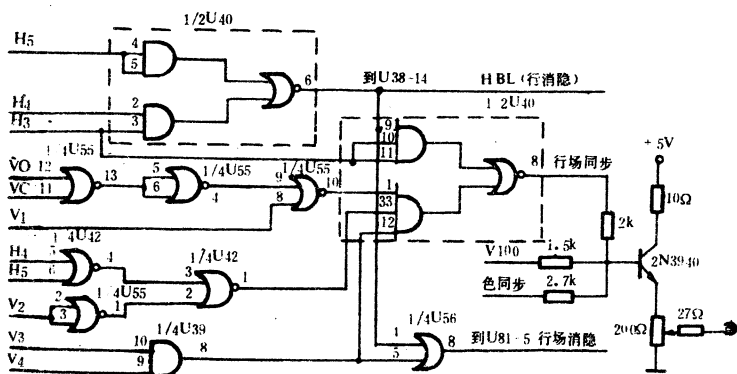

图 1-12 行场同步消隐电路
4. 视频发生器接口电路中的  $220\Omega$  可变电阻值的调整不正确(见图 1-12), 输出信号太弱造成的。通过这一电阻的调整还可消除字符或图形显示时的抖动和不清楚等隐患。